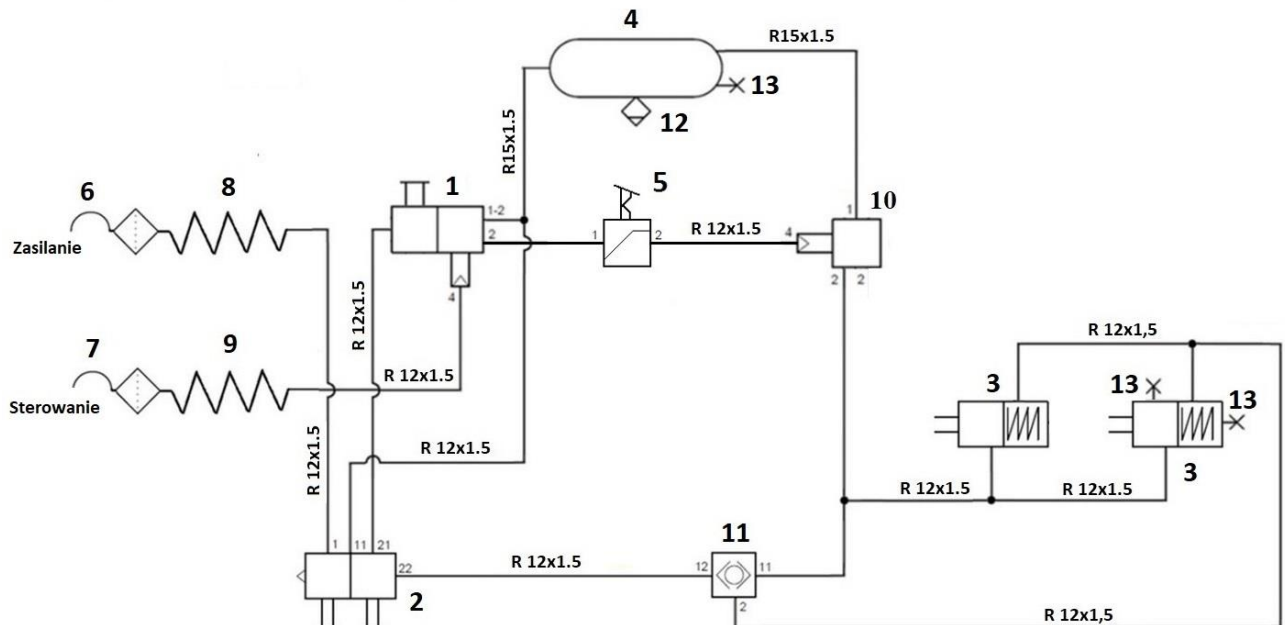

Figure 14. Système de freinage pneumatique avec régulateur manuel de la force de freinage et vérins à diaphragme et ressort.
L'épandeur est équipé d'un système de freinage pneumatique à deux conduites avec régulateur manuel de la force de freinage et vérins à diaphragme et ressort – Figure 14. Le frein est actionné depuis le siège du conducteur en appuyant sur la pédale de frein du tracteur. La vanne de commande pneumatique (1), actionne les freins de l'épandeur en même temps que ceux du tracteur. Si les conduites (8), (9) sont déconnectées involontairement, la vanne de commande appliquera automatiquement les freins de la machine.